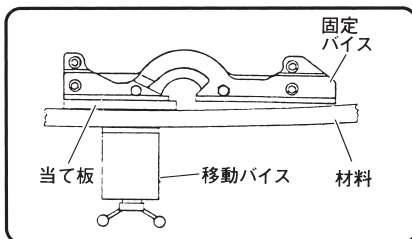

図 23
- ステンレス中実材(丸棒等)を角度切りする場合は、固定バイスと材料の間に当板(図23参照)をはさんで切断作業を行なってください。
材料に曲がりがある場合は、図23のように、固定バイスと材料の間に当て板をはさんで、作業してください。